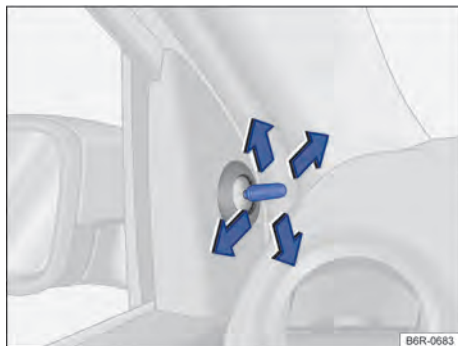

Fig. 78 Nas portas dianteiras: botão de ajuste dos espelhos retrovisores externos mecânicos.
- Movimentar o botão de ajuste no revestimento das portas dianteiras → Fig. 78.